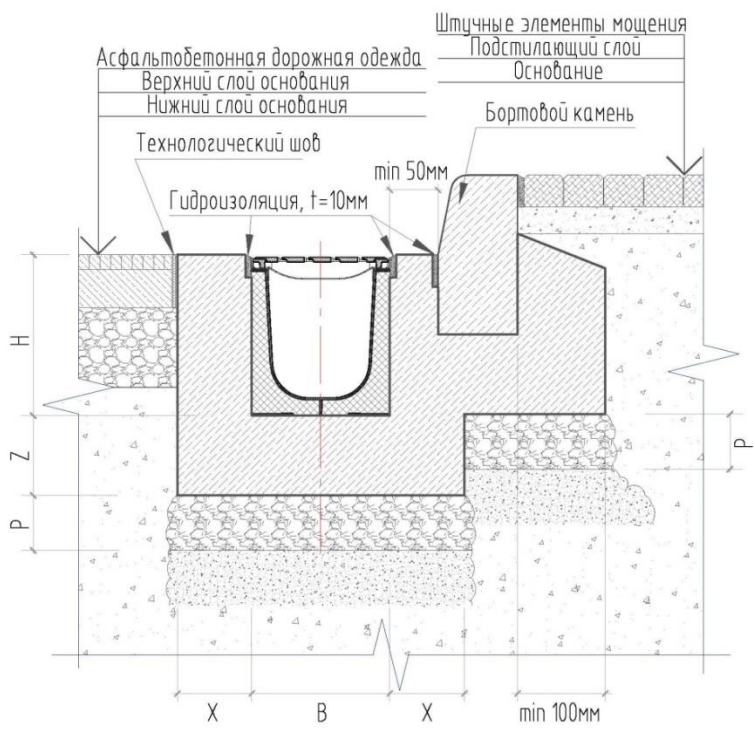

Рис. 7 – Монтаж лотков с асфальтобетонным покрытием и бортовым камнем.
- при примыкании к бортовому камню (Рис. 7), между ним и лотком устраивается бетонная обойма min 50мм. В местах примыкания бетонной обоймы с лотком и бортовым камнем устраивается гидроизоляционный шов.